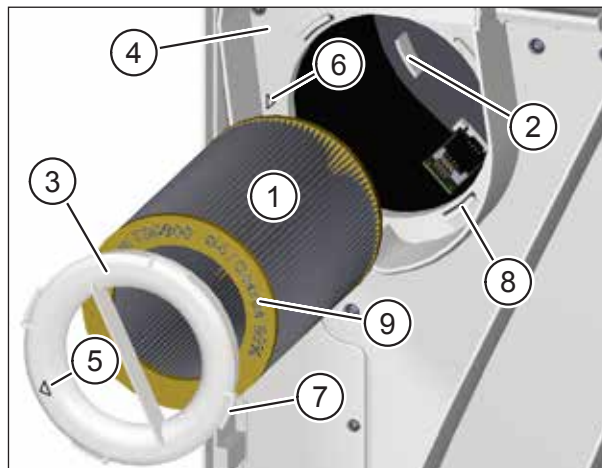

Abb. 15: Neuen Abluftfilter einsetzen
- ▶ Führen Sie den neuen Abluftfilter (Pos. 1 in Abb. 15) vorsichtig in das Lüftungsgerät ein.
- ▶ Achten Sie darauf, dass der Luftfilter in die 3 Haltenasen (Pos. 2 in Abb. 15) an der Rückwand des Lüftungsgerätes gleitet.
- ▶ Setzen Sie den Filterring (Pos. 3 in Abb. 15) auf den Abluftfilter auf. Achten Sie darauf, dass der Filterring plan auf der Zwischenplatte (Pos. 4 in Abb. 15) aufliegt.
- ▶ Drehen Sie den Filterring im Uhrzeigersinn, bis der Pfeil auf dem Filterring (Pos. 5 in Abb. 15) mit dem Pfeil der Arretierposition (Pos. 6 in Abb. 15) fluchtet. Achten Sie darauf, dass die 4 Nasen (Pos. 7 in Abb. 15) am Filterring in den Halterungen (Pos. 8 in Abb. 15) an der Zwischenplatte einrasten.
- Als Abluftfilter darf nur M-WRG-II FS, Art.-Nr. 750000, verwendet werden. Art.-Nr. und Luftfilterklasse sind auf der gelben Endscheibe des Luftfilters (Pos. 9 in Abb. 15) eingepreßt.